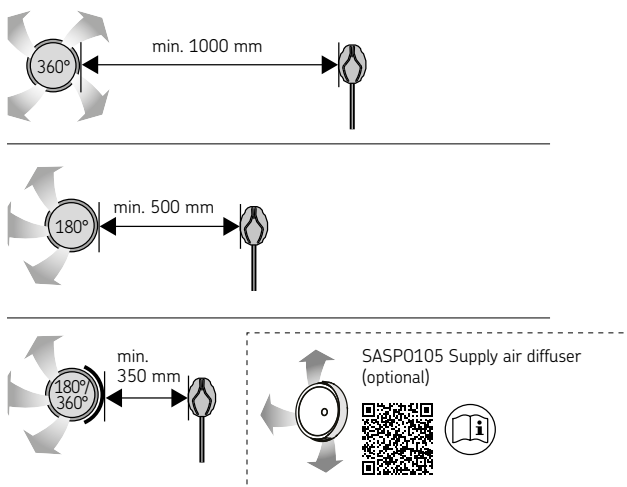

Figure 10. Distance minimale entre la bouche d'air et le capteur
- **Ventilation mécanique :** la bouche de ventilation doit être installée dans la partie supérieure du sauna de façon à ne pas gêner le fonctionnement du capteur de température. (Figure 10. Distance minimale entre la bouche d'air et le capteur)